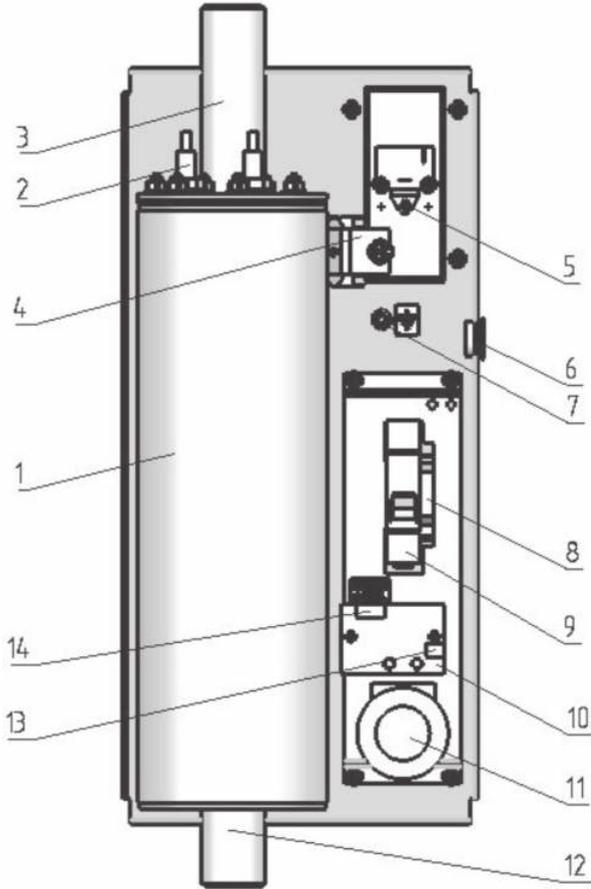

Рис. 1. Устройство электрокотла РусНИТ 203М, РусНИТ 204М:
5.1. Отопитель состоит из трёх основных частей: теплообменника (бака), элементов коммутации (симистор и автоматические выключатели) и реле управления и платы индикации, закреплённых на основании и закрытых съёмным кожухом (рис. 1).